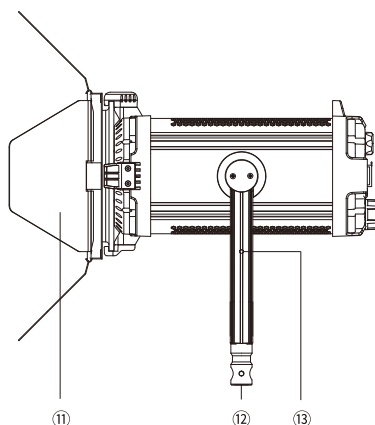

图4 FD-H100侧面视图
使用前, 请根据使用需求安装好遮光板、遮光布, 灯具吊装使用时, 请配合安全绳使用, 安全绳应贯穿U型支架及吊环 (吊环需自行安装于图4 ③处)